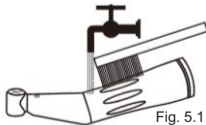

Fig. 5.1
- 3- Se necessário, para uma limpeza mais profunda, utilize uma escova de cerdas macias (Fig. 5.1), principalmente sobre os orifícios da cabeça e ranhuras de encaixe. Não utilize escova de aço ou similar.